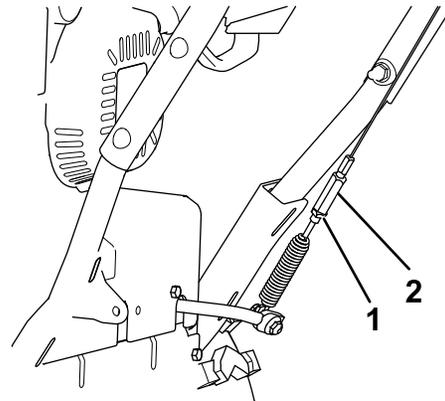

Bild 32
5. Lösen Sie die Klemmmutter (**Bild 32**).
6. Lösen oder ziehen Sie die Spannschraube an, um die Kabelspannung einzustellen (**Bild 32**).